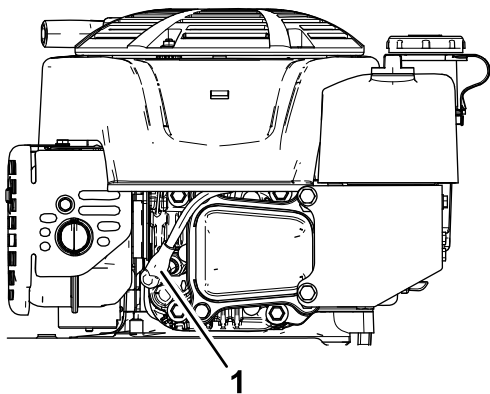

Рисунок 30
2. Отсоедините провод от свечи зажигания (Рисунок 30).